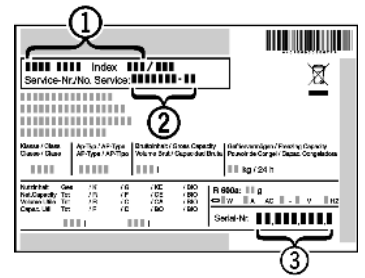

Fig. 8
- ▶ Odczytać z tabliczki znamionowej oznaczenie urządzenia (patrz Fig. 8 (1)), nr serwisowy (patrz Fig. 8 (2)) oraz numer seryjny (patrz Fig. 8 (3)). Tabliczka znamionowa znajduje się po lewej stronie wewnątrz urządzenia.
- ▶ Poinformować serwis i podać opis zakłócenia, oznaczenie urządzenia (patrz Fig. 8 (1)), nr serwisowy (patrz Fig. 8 (2)) oraz numer seryjny (patrz Fig. 8 (3)).